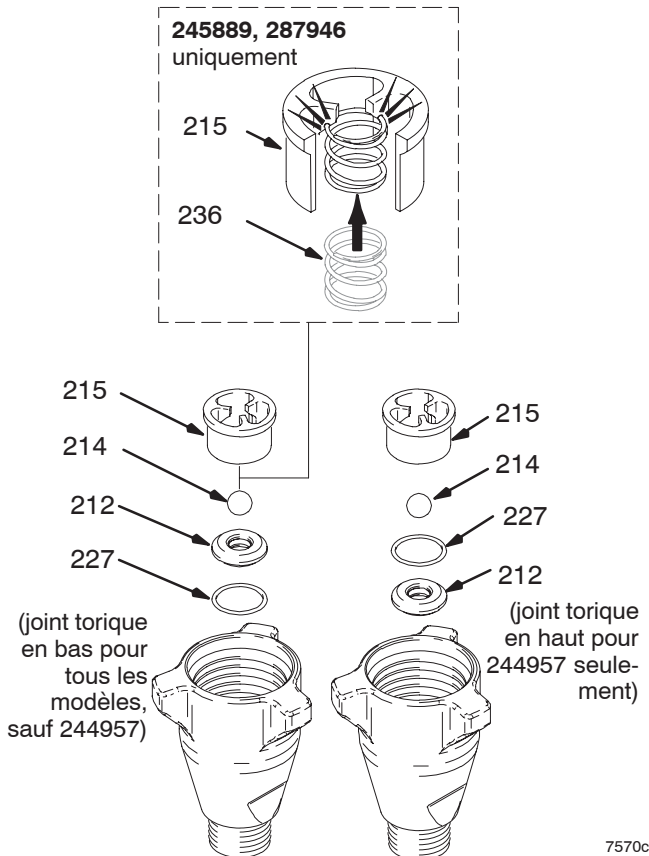

Fig. 18
Fig. 18. Remonter un nouveau joint torique (227), un nouveau siège (212) et une nouvelle bille (214) sur la vanne d'admission. On peut retourner le siège et utiliser l'autre côté. Nettoyer le siège avec soin. Emboîter le ressort d'entrée (236) en place à l'intérieur du guide de bille (215).